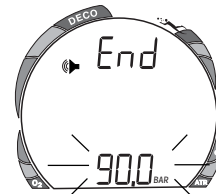

Fig. 40 - Einstellung Reserve Alarm
- Die Anzeigen **End**, das Lautsprechersymbol und das Symbol für Flaschendruck erscheinen, die Anzeige für den Flaschendruck blinkt (Abb. 40).